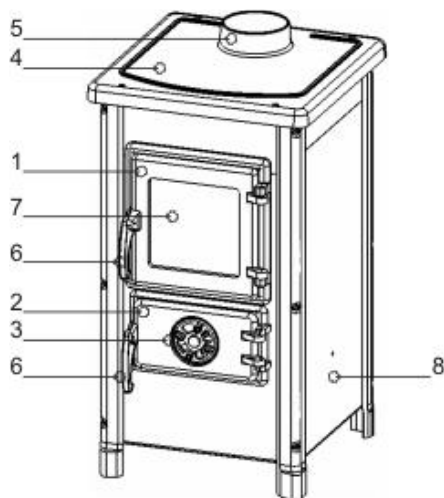

Рисунок 1.
Дверца топочной камеры (Рисунок 1,позиция 1) - чугунная и оснащена термостойким стеклом, дверца зольного ящика(Рисунок 1,позиция 2) - чугунная с регулятором подачи воздуха (воздушная заслонка, регулирующая интенсивность горения топлива)
(Рисунок 1,позиция 3).
- дверцу зольного ящика оставьте открытым до появления стабильного огня, после закрытия интенсивность горения регулируйте с помощью регулятора подачи воздуха (рисунок 1, позиция 3);
Регулятором первичного воздуха в печи Вы регулируете температуру, мощность и скорость сгорания топлива (Рисунок 1, позиция 3).